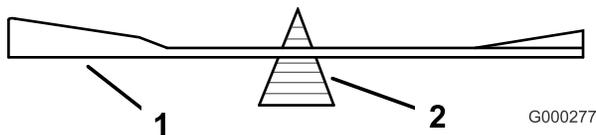
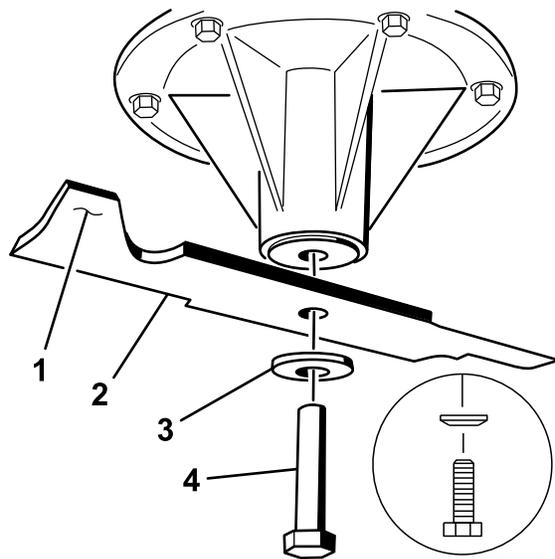

Figure 78
Figure 79
2. Vérifiez l'équilibre de la lame en la plaçant sur un équilibreur (Figure 78). Si la lame reste horizontale, elle est équilibrée et peut être utilisée. Si la lame est déséquilibrée, limez un peu l'extrémité de la partie relevée seulement (Figure 79). Répétez cette procédure jusqu'à ce que la lame soit équilibrée.
1. Placez la lame sur l'axe (Figure 79).
2. Installez la rondelle élastique et le boulon de la lame. Le côté bombé de la rondelle élastique doit être dirigé vers la tête du boulon (Figure 79). Serrez le boulon à un couple de 115 à 150 Nm (85 à 110 pi-lb).